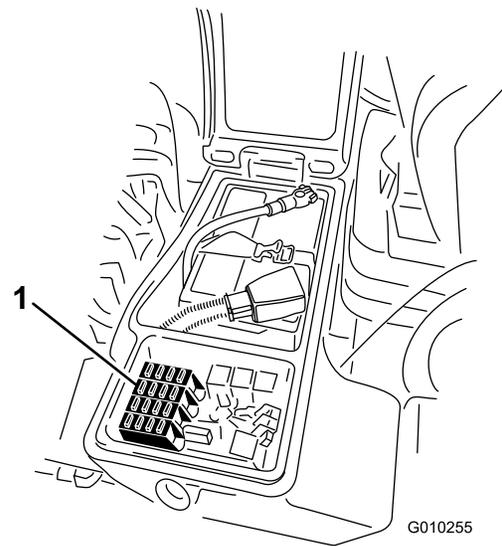
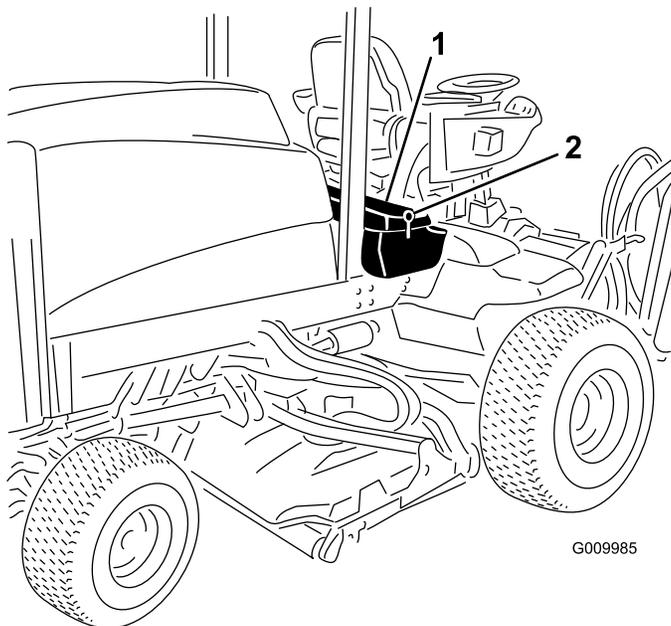

Bild 62
Bild 61
1. Lösen Sie den Riegel für die Abdeckung des rechten Ablagekastens und heben Sie die Abdeckung hoch (Bild 61).
3. Schließen Sie die Abdeckung des rechten Ablagekastens und befestigen Sie die Abdeckung mit dem Riegel (**Bild 61**).
1. Lösen Sie den Riegel für die Abdeckung des rechten Ablagekastens und heben Sie die Abdeckung (**Bild 61**) hoch, um an den Sicherungsblock zu gelangen (**Bild 62**).
2. Wechseln Sie ggf. die offenen Sicherungen aus (**Bild 62**).